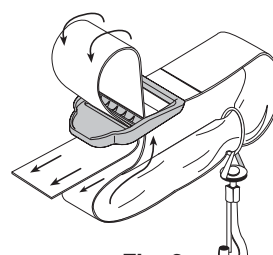

Fig. 3
2. Tirez la bandoulière par-dessus la traverse et à travers la fente de la boucle (Fig. 3).